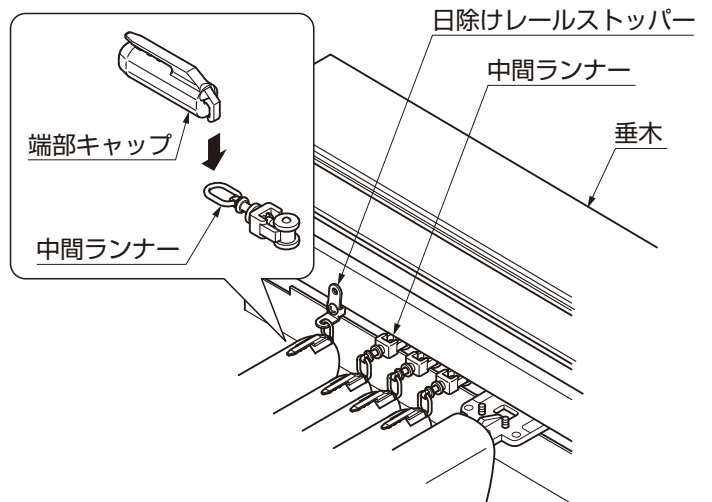

図2-4
- ③内部日除け本体の端部キャップを垂木に差込んだ中間ランナー、端部金具に引掛け取付けてください。(図2-4参照)